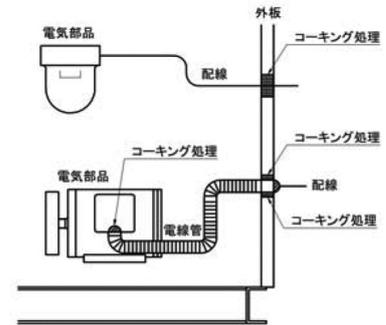

図8-1 ドレン配管施工および水封トラップ高さ
- モータ・LEDランプなどの内蔵電気部品の配線終了後、配線や電線管の外板貫通部より機内へ空気の流通がないように、コーキング処理してください。（図8-1参照）